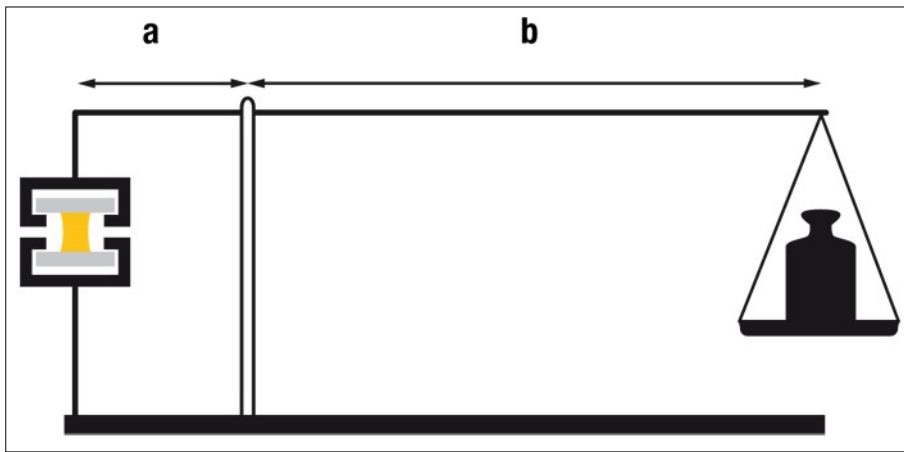

Figura 26: Escala Romana para prueba a tracción
4. Determinar los parámetros mecánicos (resistencia a la tracción) después de al menos 72 horas (productos de 2 partes) y 21 días (productos de 1 parte) mediante un equipo de prueba de tracción (velocidad de tracción: 5 mm/min) u otro aparato adecuado (por ejemplo, la Escala Romana, Figura 26).
La escala romana (véase la figura 26) permite a los aplicadores de silicona probar el curado y la adherencia del sellante con un "equipo de bajo costo". El peso aplicado al espécimen es igual al peso ( $W$ ) en la placa de la escala multiplicado por la relación de  $b/a$ . Según la EOTA ETAG 002 la resistencia a la tracción en la ruptura tiene que ser de un mínimo de 0,70 MPa. Este valor corresponde a una resistencia aplicada a la probeta de  $12 \text{ mm} \times 50 \text{ mm} \times 0,7 \text{ N/mm}^2 = 420 \text{ N}$  y a una carga de 42 kg (SG-550:  $1,0 \text{ N/mm}^2$ , 600 N o 60 kg). En el caso de una relación  $b/a$  de 10, se aplicará a la placa ( $W$ ) un peso de 4,2 kg (SG-550: 6 kg). Esta carga se aplicará durante 10 segundos sin que se produzca un fallo adhesivo o cohesivo en el espécimen. Si no se produce ninguna ruptura, se podrá añadir gradualmente 0,5 kg a la báscula hasta que la pieza H se rompa. Registre la carga a la ruptura y el porcentaje de fallo cohesivo observado en las muestras de prueba en el registro de control de calidad.